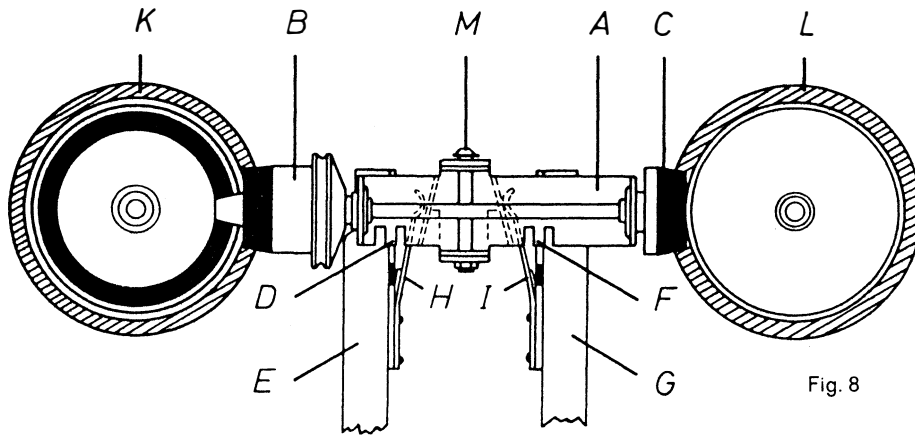

Fig. 8
2.5 Fast Forward and Rewind (see Fig. 8)
2.5 Défilement accéléré en avant et en arrière (voir fig. 8)
2.5 Avance y retroceso rápidos (véase fig. 8)
2.51 Checking the Fast Forward/Rewind See-Saw (see Fig. 8)
2.51 Contrôle de la flèche pour le défilement accéléré en avant et en arrière (voir fig. 8)
2.51 Verificación del balancín para Avance-Retroceso (véase fig. 8)
2.52 Adjusting the Fast Forward/Rewind See-Saw (see Fig. 8)
2.52 Réglage de la flèche pour le défilement accéléré en avant et en arrière (voir fig. 8)
2.52 Ajuste del balancín para Avance-Retroceso (véase fig. 8)
2.53 Checking the Fast Forward and Rewind Functions (see Fig. 8)
2.53 Contrôle du défilement accéléré en avant et en arrière (voir fig. 8)
2.53 Verificación de Avance-Retroceso (véase fig. 8)
2.54 Adjusting the Fast Forward and Rewind Functions (see Figs. 8 and 9)
2.54 Réglage du défilement accéléré en avant et en arrière (voir fig. 8 et 9)
2.54 Ajuste de Avance-Retroceso (véase figs. 8 y 9)